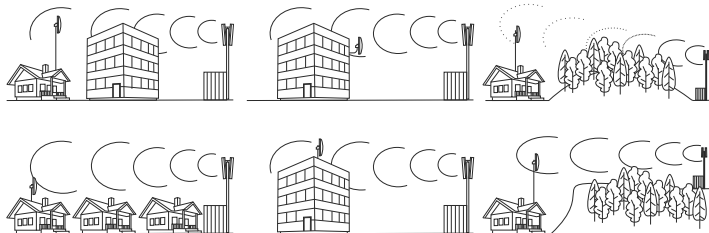

Рисунок 1. Варианты правильной установки антенны
- 4.3 Смонтируйте стеновой кронштейн или мачту, предназначенные для установки BAS-2344 FLAT MultiBand MiMo (кроме случая установки антенны на уже имеющиеся мачты или кронштейны). При выборе места установки учитывайте, что перед антенной не должно быть препятствий и металлических предметов ближе 3-5 метров (см. рис.1). Также правильным решением будет размещение оборудования как можно ближе к антенне — это значительно понизит потери сигнала в кабелях.